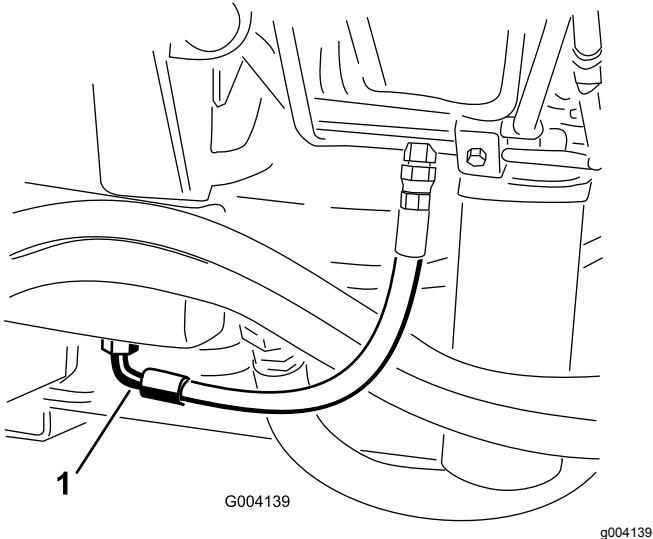

Figura 70
2. Collocate una bacinella di grandi dimensioni sotto il raccordo previsto sulla base del serbatoio del fluido idraulico (Figura 70).